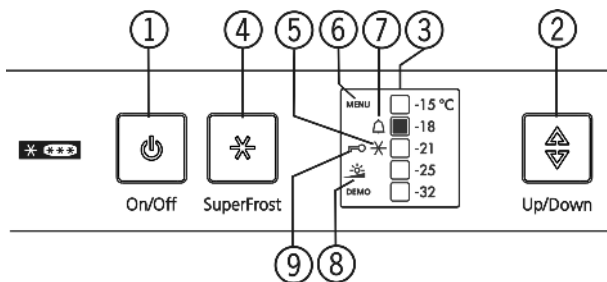

Fig. 3
- ▶ Нажать кнопку On/Off Fig. 3 (1).
- ▷ Устройство включено. Индикатор температуры и символ "Alarm" Fig. 3 (7) мигают, пока температура не станет достаточно низкой.